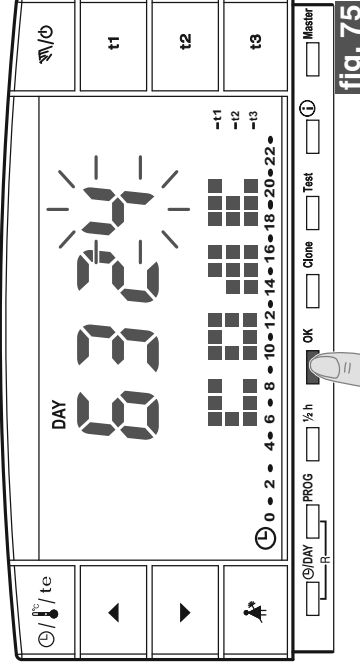

fig. 75
- Seguir el mismo procedimiento para los otros tres guiones (ej. fig. 75).
- Introducir la actual contraseña con las teclas **▲** y **▼**; confirmar cada valor con la tecla **OK** (ejemplo fig. 75).